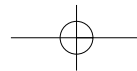

Figure 5. Retirer le détecteur de CO de la plaque de montage
2. Retirez le détecteur de monoxyde de carbone de la plaque de montage, comme indiqué dans la figure 5, en maintenant la plaque et en faisant glisser l'appareil dans la direction indiquée.
Si l'appareil émet un signal toutes les 45 secondes et que l'affichage indique « **CP** », la pile est Faible. Retirez-la de la plaque de montage (voir figure 5 et 6) Remplacer la pile. Utilisez uniquement les piles alcalines 9V suivantes : Duracell MN1604 or Energizer 9V .(Voir page 13, si la vis de sécurité est installée). Fixez fermement la nouvelle pile aux connecteur enclippable en veillant a la polarité en veillant à l'orienter correctement. Appuyez sur le bouton Test du détecteur pour vérifier que la pile est installée correctement et qu'elle n'est pas déchargée.